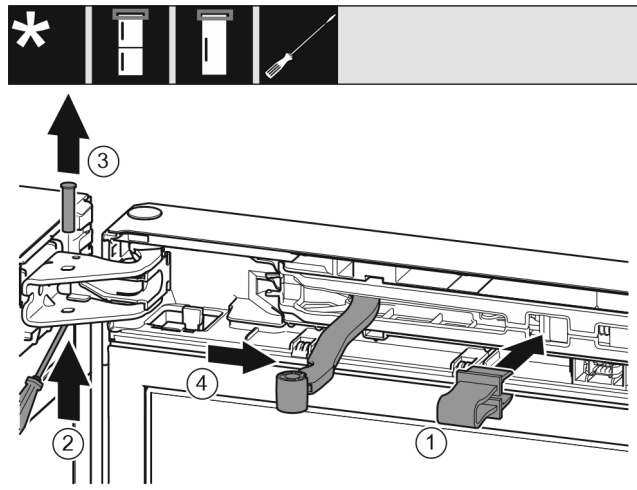

Fig. 6
- ▶ Sicherung in Öffnung einrasten. Fig. 6 (1)
- ▶ Bolzen mit Schraubendreher herausschieben. Fig. 6 (2)
- ▶ Bolzen nach oben herausnehmen. Fig. 6 (3)
- ▶ Gelenk in Richtung Tür drehen. Fig. 6 (4)